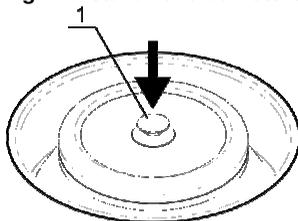

Fig 2. Installazione del coperchio del rotore
- posizionare il coperchio del rotore sul rotore premendo a fondo l'impugnatura del coperchio verso il basso (fig.2/1).